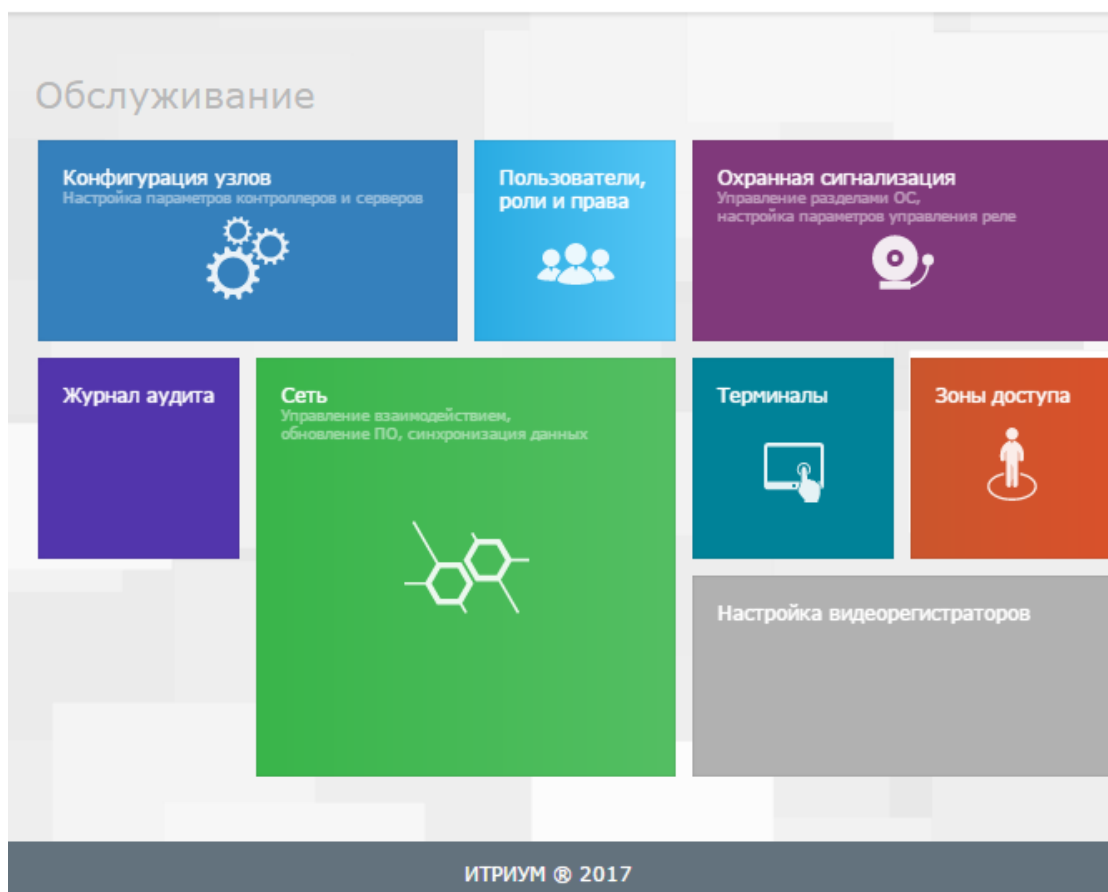

Рисунок 10.27 — Рабочий стол. Блок **Обслуживание**
2. Блок **Обслуживание** (рисунок 10.27) содержит перечень приложений по настройке и обслуживанию узлов и общих ресурсов системы: